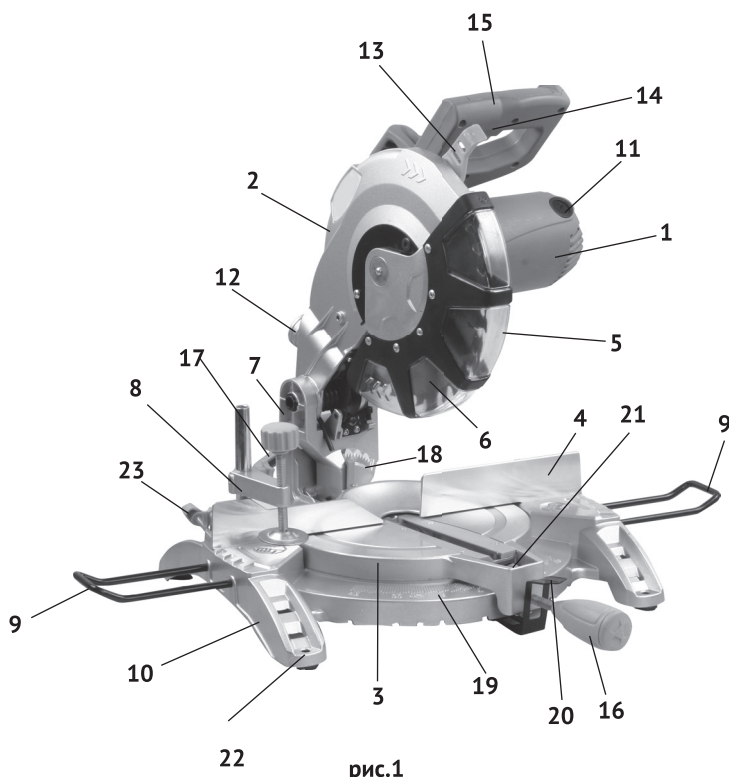

рис.1
- Основным несущим узлом режущего блока пилы является металлический редуктор, выполненный заодно с верхним защитным кожухом диска (рис.1 поз.2). К редуктору крепится пластиковый корпус двигателя (рис.1 поз.1), с закреплённой на нём рукояткой (рис. поз.15). Вертикальное перемещение режущего блока для реза обеспечивает суппорт режущего блока (рис.1 поз.7). Возвратная пружина на оси суппорта, возвращает режущий блок в исходное положение.
Заготовка на рабочем столе может быть повернута на угол от 0 до 45° за счёт поворотного основания (рис.1 поз.3). На основной рукоятке пилы расположены: рычаг блокировки защитного кожуха (рис.1 поз.13) и клавиша выключателя (рис.1 поз.14). Конструкция пилы позволяет осуществлять пропилы, кроме вертикальных (0 - 90°): косые пропилы материала под заданным углом от 0 до 45° относительно задней кромки заготовки в обе стороны (смещением поворотного основания) и наклонные пропилы с заданным углом (от 0 до 45°) относительно вертикальной оси влево.
Крутящий момент с якоря электродвигателя шестернёй передаётся на шпиндель, соосный с двигателем. На шпиндель, между опорным и зажимным фланцами крепится пильный диск (рис.1 поз.6). Диск является основным рабочим инструментом для резки выбранных материалов.
Металлическая станина (рис.1 поз.10) пилы устанавливается на ровную горизонтальную поверхность. Для крепления пилы на верстаке (рабочем столе) в ножках станины имеются четыре крепёжных отверстия (рис.1 поз.22). При пилении длинных заготовок в станину крепятся две дополнительные опоры (рис.1 поз.9). Распиливаемая заготовка плотно прижимается к параллельному упору (рис.1 поз.4) и крепится к рабочему столу струбциной (рис.1 поз.8).
Для отвода стружки в комплект поставки входит пылесборник, который крепится к патрубку неподвижного кожуха (рис.1 поз.12). К патрубку можно подключить промышленный пылесос.
- проверьте работоспособность выключателя электродвигателя инструмента. Не подключая пилу к электросети, нажмите и отпустите клавишу выключателя (рис.1 поз.14) – она, без задержки, должна возвратиться в исходное положение;
- проверьте состояние и надёжность крепления подвижного защитного кожуха (рис.1 поз.5), чёткость его срабатывания. Запрещается работать пилой, подвижный защитный кожух которой неисправен или повреждён;
Пила поставляется собранной за исключением: дополнительных упоров (рис.1 поз.9), рукоятки-фиксатора (рис.1 поз.16) поворотного основания и пылесборника.
Установить пилу на ровной твёрдой поверхности верстака (рабочего стола). В целях уменьшения вибрации пилы рекомендуется закрепить станину (рис.1 поз.10) к верстаку, используя крепёжные отверстия (рис.1 поз.22) в ножках.
При пилении длинных заготовок, установить в станину опоры дополнительные (рис.1 поз.9) и зафиксировать их винтами (рис.1 поз.23).
На патрубок пылеотвода (рис.1 поз.12) установить пылесборник (входит в комплект поставки) или подключить промышленный пылесос.
- разблокировать подвижный защитный кожух (рис.1 поз.5) рычагом (рис.1 поз.13);
- включение пилы осуществляется нажатием на клавишу выключателя (рис.1 поз.14);
- ослабить (1,5 – 2 оборота) рукоятку-фиксатор (рис.1 поз.16);
- нажав (вниз) рычаг-фиксатор (рис.1 поз.20), повернуть за рукоятку поворотное основание в нужную сторону;
- контролируя поворот через окно (рис.1 поз.21), совместить стрелку (в окне) с нужным значением угла на шкале (рис.1 поз.19) станины;
- отпустить рычаг (рис.1 поз.20) и зафиксировать поворотное основание в выбранном положении рукояткой (рис.1 поз.16).
- для установки угла наклона необходимо ослабить фиксирующую рукоятку (рис.1 поз.17), установить необходимый угол распила по шкале (рис.1 поз.18) и надёжно затянуть фиксирующую рукоятку.